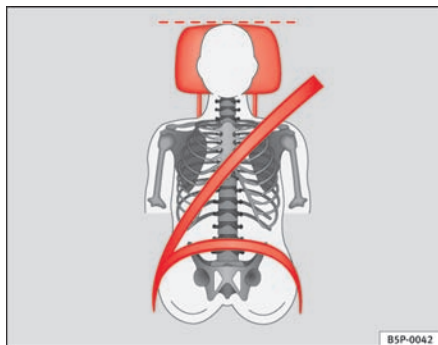
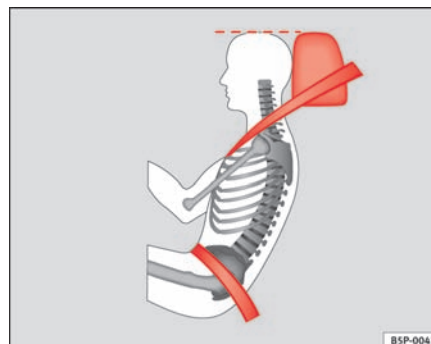

Fig. 90 Set forfra: korrekt indstillet hovedstøtte og korrekt placering af selen
Fig. 91 Set fra siden: korrekt indstillet hovedstøtte og korrekt placering af selen
- Indstil hovedstøtterne således, at hovedstøttens øverste kant er på højde med den øverste del af dit hoved eller mindst i øjenhøjde ⇒ fig. 90 og ⇒ fig. 91.